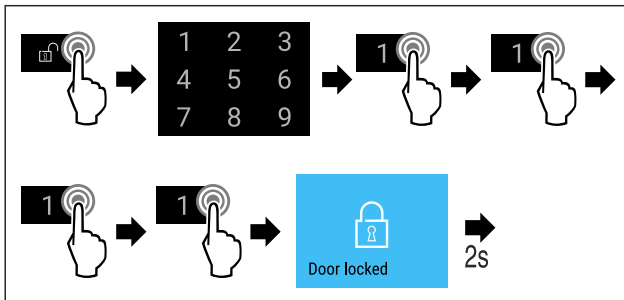

Fig. 75 Verrouiller la porte avec le code 1 1 1 1.
- Suivre les étapes (voir Fig. 75).